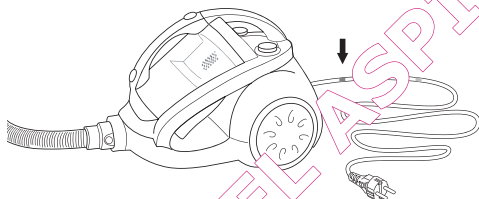

Figura 5 *Marcatura del cavo*
5. Il cavo presenta una marcatura gialla e una marcatura rossa (vedere la figura 5). Estrarre il cavo fino alla marcatura gialla.